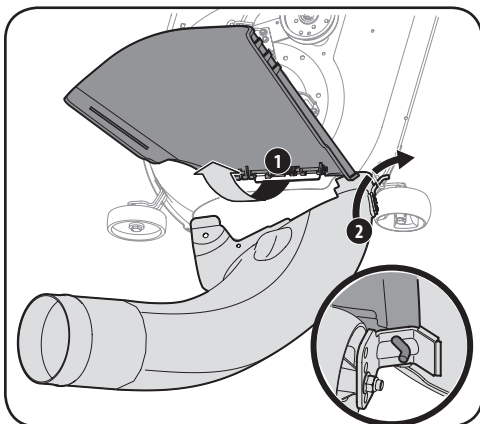

Figure 4-17
1. Relevez le déflecteur d'éjection et tenez-le (1), puis installez le coude de la goulotte en insérant la tige de montage dans le trou approprié du support de roue ou de la patte de montage de la goulotte (2). Voir Figure 4-17.